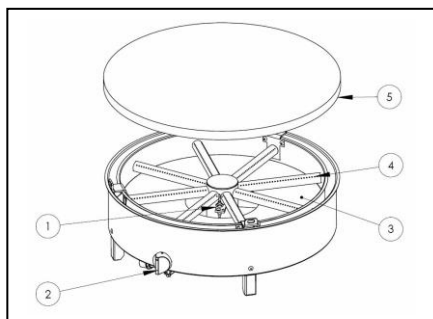

FIGURE 2 – OUVERTURE DU VENTURY
Occasionnellement, vérifier l'état des orifices des flammes sur les brûleurs (page 13 fig. 1) et l'orifice du tube venturi (page 13 fig.2 et page 13 fig.6 pour le démontage). S'ils sont bouchés, brosser les branches avec une brosse à poils durs et nettoyer le venturi avant la remise en service, essayer soigneusement le brûleur ainsi que le fond de l'appareil.
3. Ouvrir l'arrivée d'air au maximum en poussant la bague de réglage d'air (page 13 FIG 2).
4. Dévisser l'injecteur (page 13 FIG 2) avec une clé de 10 et prendre la pochette de transformation
6. Positionner la bague de REGLAGE D'AIR (page 13 FIG 2) à la cote L1 selon les indications du tableau page 6 et revisser.